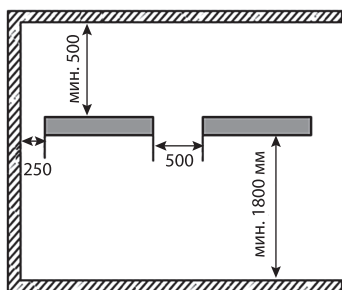

Рис. 3. Минимальные расстояния от обогревателя до других поверхностей
- свободное пространство над обогревателем – не менее 50 см (рис. 3, 4).